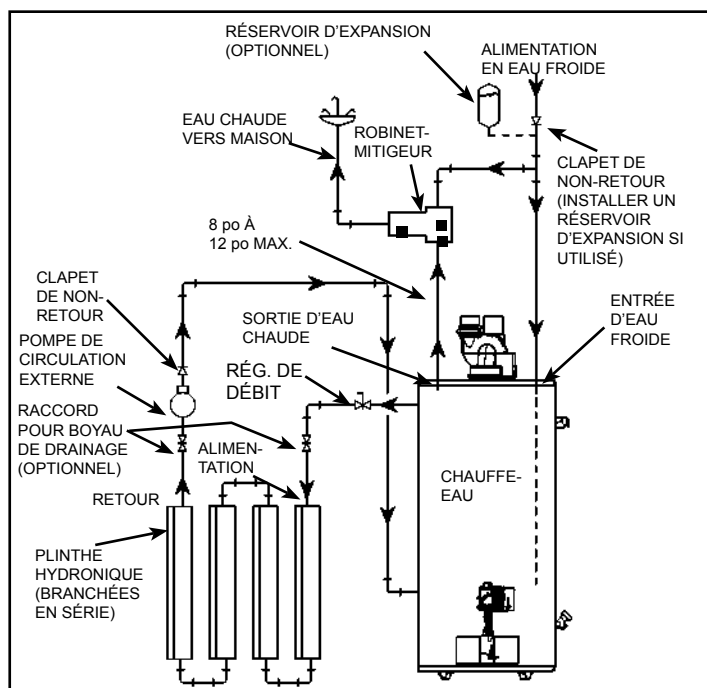

Figure 43
- B. Une boucle de chauffage avec plinthe hydronique à ailettes ou chauffage radiant sous le plancher (Figure 43).